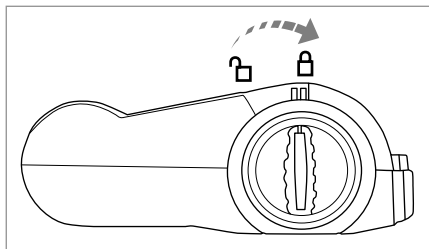

Fig. 9
- 5) Inserire il Rullo a spazzola **18** nella Bocchetta per pavimenti **16** e ruotare il Dispositivo di sblocco del rullo a spazzola **17** in direzione del simbolo  (chiuso) (fig. 9).